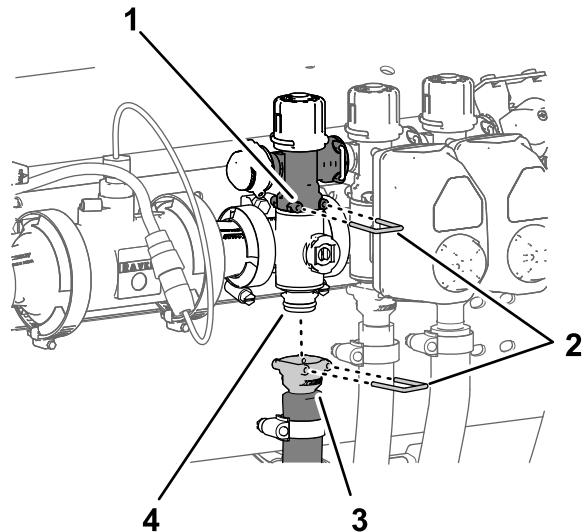

Рисунок 115
1. Снимите штифт быстроразъемного соединения, который крепит быстроразъемный соединитель перепускного клапана секции к коллекторному клапану секции (Рисунок 115).
2. Снимите штифт быстроразъемного соединения, который крепит быстроразъемный соединитель шланга подачи секции к коллектору быстроразъемного штуцера на коллекторном клапане секции (Рисунок 115).